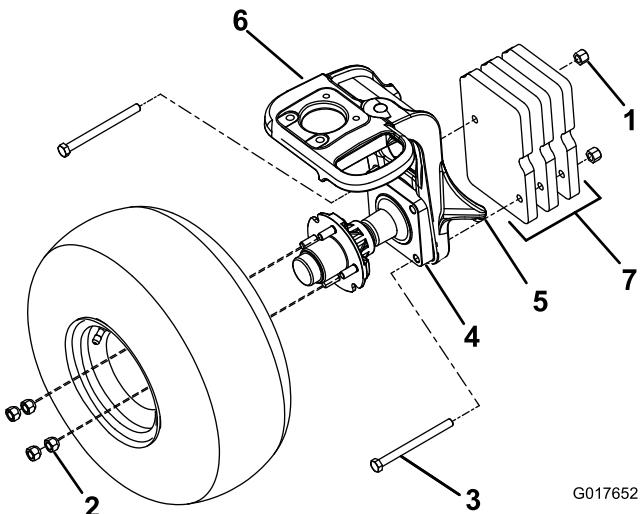

Figura 1
- Eleve la máquina con un gato colocado en el punto de apoyo (Figura 1).
- Retire las 4 tuercas de la rueda en pares diagonalmente opuestos (Figura 1).
- Retire los 2 pernos de retención que sujetan el eje a la horquilla de la rueda (Figura 1).
- Monte 3 placas de peso del kit en el lado derecho de la horquilla de la rueda con 2 pernos de cabeza hexagonal (1/2 x 5-1/2 pulgadas) y 2 contratuercas del kit (Figura 1).